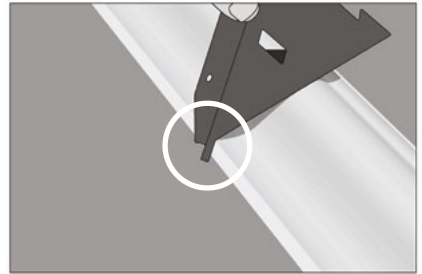
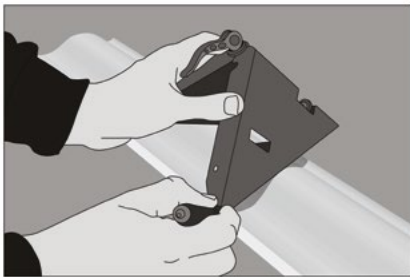
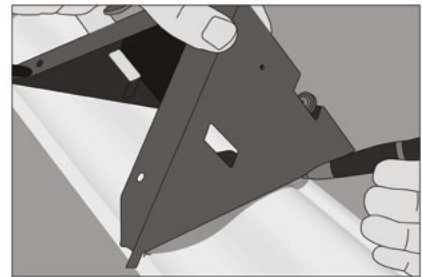

fig 11
fig 12
fig 13
- Para un inglete externo, coloque el Trigjig en la moldura con las pestañas de localización perfectamente asentadas sobre el borde de la pared de la moldura (**fig. 11**). Marque dónde los brazos entran en contacto con la moldura (en relación con las pestañas de localización) en la pared (**fig. 12**) y los bordes del techo (**fig. 13**) (Consulte el diagrama 1 si no está seguro de qué lado marcar).